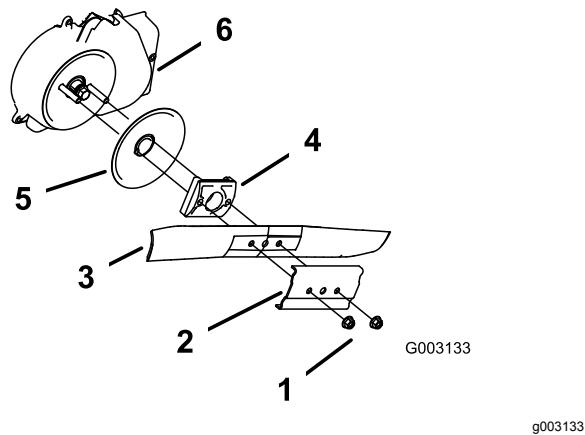

Figura 33
3. Retire las 2 tuercas de la cuchilla y el refuerzo (Figura 33).
4. Retire la cuchilla (Figura 33).
5. Retire el impulsor de la cuchilla y el disco (Figura 33).
6. Retire el protector del embrague del freno de la cuchilla (Figura 33).
10. Instale la cuchilla y el refuerzo que retiró anteriormente (Figura 33).